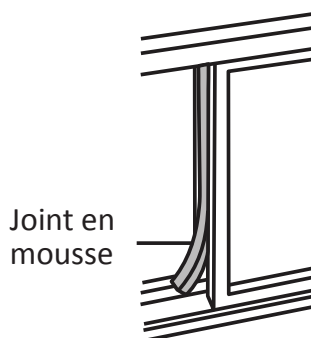

Fig.15
5. Coupez le joint en mousse à la longueur appropriée puis fermez hermétiquement l'espace ouvert entre les châssis supérieur et extérieur de la fenêtre. Voir Fig. 15